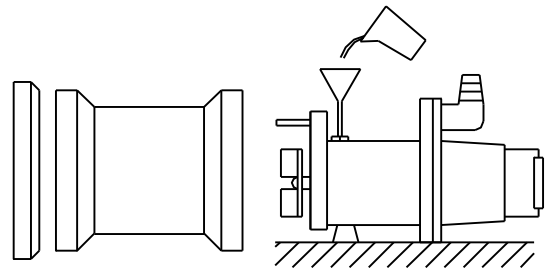

図 4
- (1) ご使用前に必ず絶縁抵抗の測定をしてください。絶縁抵抗値は $1M\Omega$ 以上あれば運転に支障ありませんが $1M\Omega$ 以上あっても、急に低下し始めているものは異常と考えられますので修理が必要です。
- (2) 運転中の電流値、電流計のふれを点検してください。ふれの大きい場合は異物をかみ込んでいる恐れがあります。付着した異物を取り除いてください。
- (3) 吐出し量が急激に減少している場合には、吸込口(ストレーナ部)に異物がつまっている恐れがあります。付着した異物を取り除いてください。
- (4) ポンプ性能が徐々に低下した場合は、ケーシングや羽根車の摩耗が考えられます。各部を点検し摩耗している部品は早期に交換してください。
- (5) 使用後に、メカニカルシールの潤滑油を点検・交換して頂きますと、メカニカルシールの寿命が長くなります。この際、潤滑油に水が浸入し、白濁している場合は、メカニカルシールの不良ですので交換が必要です。潤滑油交換時には図 4 のように注油栓を上にし、ポンプを水平に置いて表 2 に示す潤滑油を必ず規定量注油してください。この時ポンプをゆすったりして、規定量以上注油しますと、メカニカルシール室の内圧上昇により、シール寿命が著しく低下します。注油後はシールワッシャを介し、注油栓を十分に締付けてください。
メカニカルシール室の潤滑油の交換は 6 ヶ月毎に行ってください。この際潤滑油に水が混入し白濁している場合は、メカニカルシールを交換してください。潤滑油の交換時には図 4 のように注油栓を真上にし、ポンプを水平に置いて表 2 の潤滑油量を必ず規定量注油し、シールワッシャを介し注油栓を十分に締め付けてください。